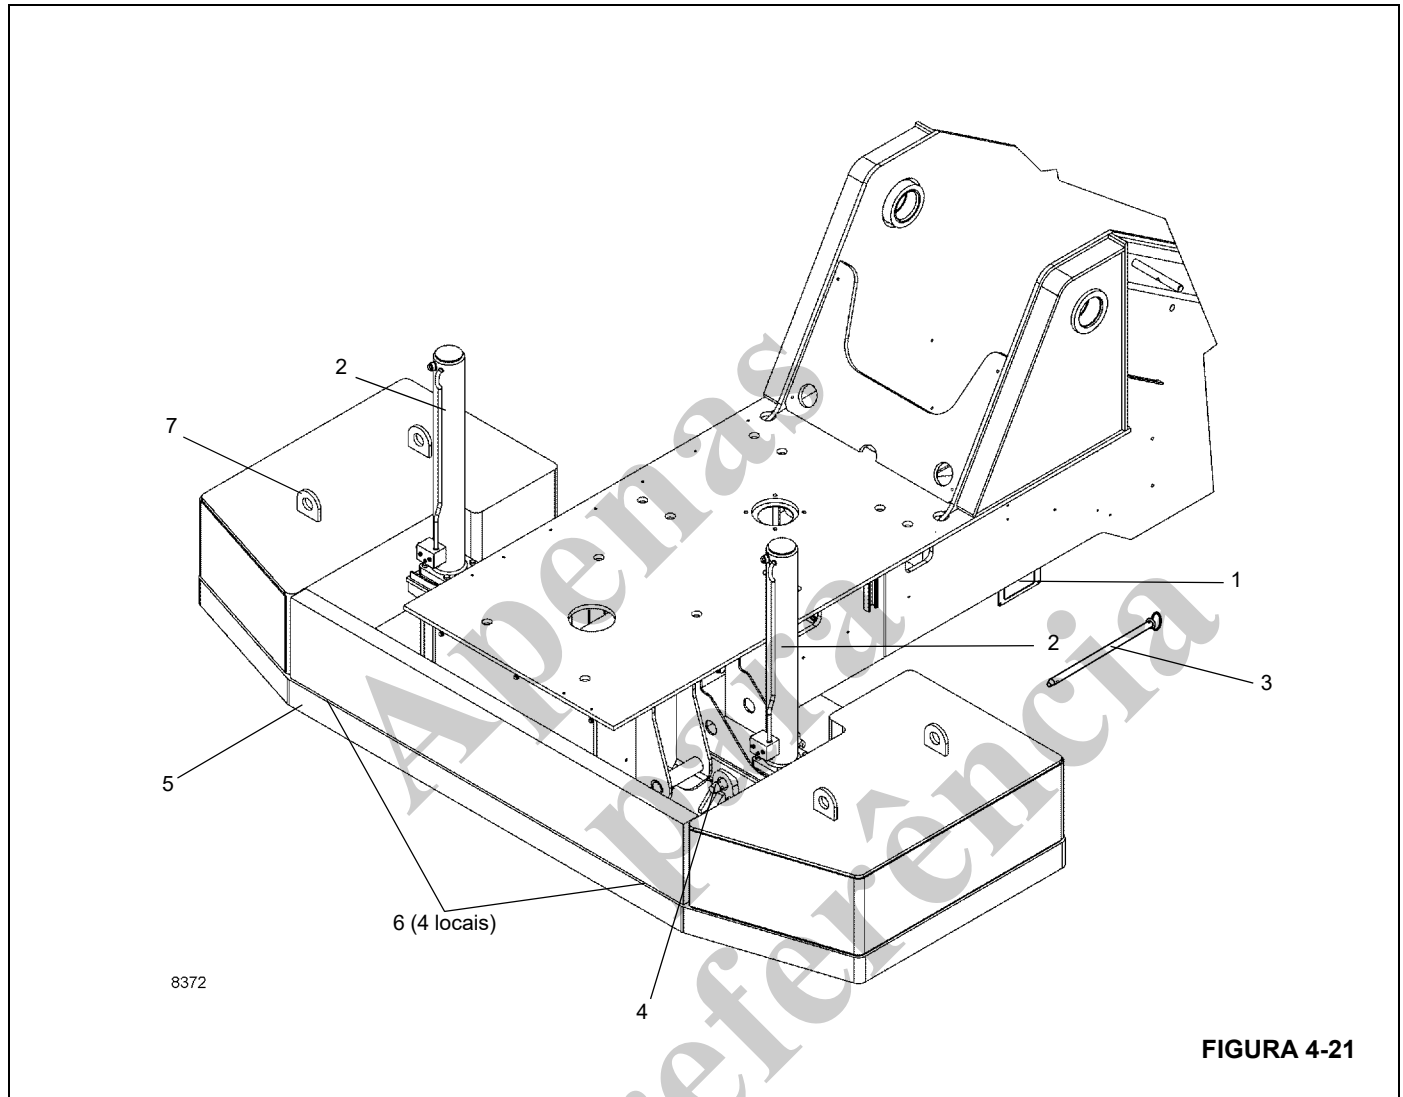

FIGURA 4-21
5. Utilizando as chaves da válvula de controle de remoção do contrapeso (Figura 4-20 e Figura 4-21), localizadas em nos dois lados da plataforma rotativa, abaixe os cilindros do contrapeso. Utilize os pinos de fixação para prender os cilindros ao contrapeso. Insira os pinos de retenção nos pinos de fixação.